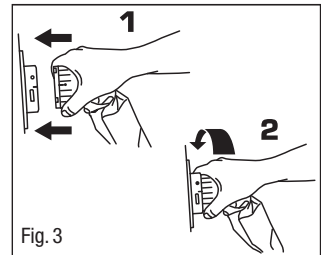

Fig. 3
5. Fastgør luftslangen til strømforsyningen ved at flugte den sorte streg på luftslangens forbindelsesled med den sorte streg på stikket til strømforsyningen og skub dem derefter mod hinanden. Drej madrassens slangeforbindelsesled med uret indtil den grønne indikator kommer til syne i indikatoråbningen på strømforsyningens forbindelsesled. (Fig 3).